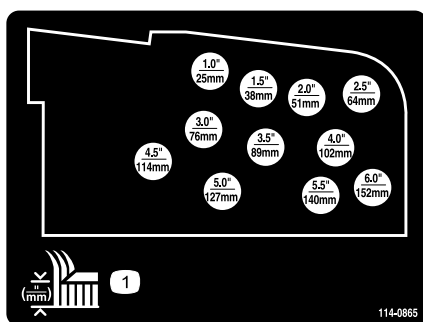

Рисунок 26
6. Закрепите цепи высоты скашивания в требуемом отверстии высоты скашивания (Рисунок 26) с помощью пальца с буртиком и шплинта.